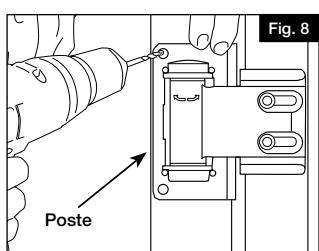

Fig. 8
- c. Mientras apoya los brazos de oscilación firmemente contra el poste, marque los agujeros guía en el poste, a través de las dos ranuras para tornillos en la parte delantera de los brazos de oscilación (Fig. 8). Quite el portón y taladre los agujeros guía de 3/32" (2,4 mm) en el poste. Coloque de nuevo el portón en el poste y fije las bisagras con dos tornillos de cabeza plana de 1 1/4" (3,18 cm) en cada bisagra.